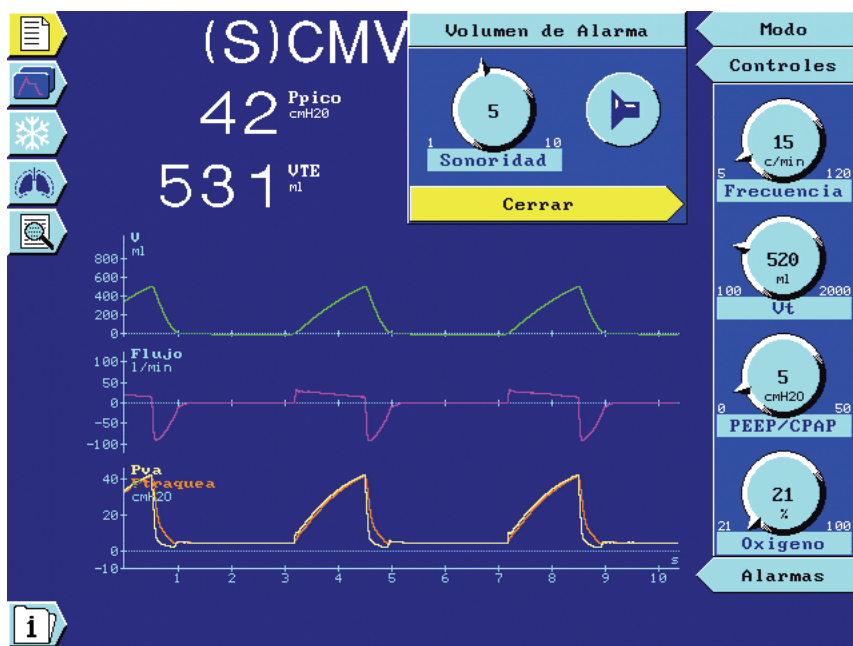

Figura 4-8. Ventana Volumen de Alarma
2. Seleccione el símbolo de altavoz y actívelo para abrir la ventana **Volumen de Alarma** (Figura 4-8).